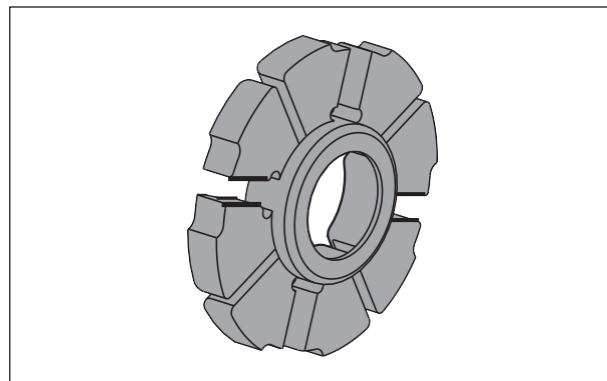

Fig. 6.96
- Revise los cauchos del porta *sprocket* en busca de deformación o daños. Si evidencia alguna anomalía replácelos por unos nuevos. (Fig. 6.96)